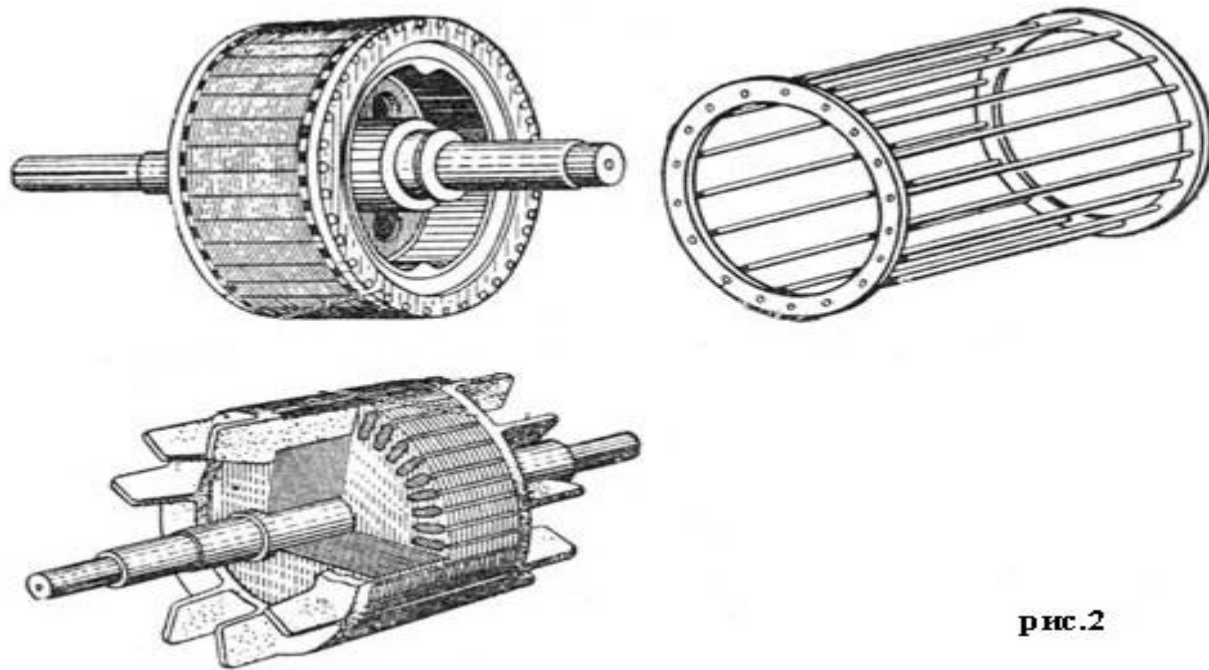

рис.2
- У двигателя с короткозамкнутым ротором в пазы заливаются алюминиевые стержни и накоротко замыкаются по торцам - так называемое "беличье" колесо (рис.2).